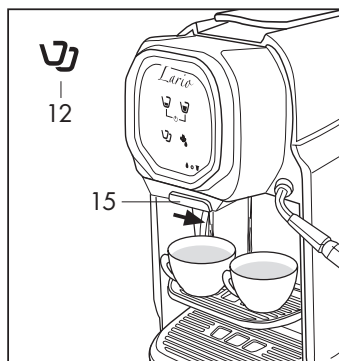

Fig. 11
Para la preparación del café doble, desplace el selector (15) a la derecha (Fig.11)
- Después de desplazar el selector (15) a la derecha, coloque 2 tazas en el soporte (Fig.11)
- Proceda a insertar la cápsula como indicado en la página anterior y pulse el símbolo (12) (Fig.11)
- Para el modelo sin selector, después de colocar las dos tazas pulse el botón (12) (Fig.11)